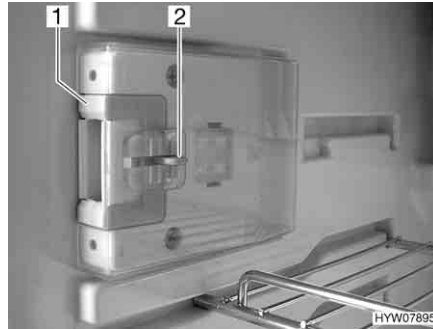
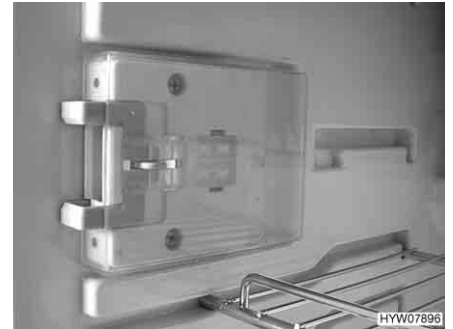

Fig. 233 Dispositivo de cierre en posición normal
Fig. 234 Dispositivo de cierre en posición de ventilación
- Hundir el desbloqueo (Fig. 233,2).
- Empujar el dispositivo de cierre (Fig. 233,1) hacia delante (Fig. 234).